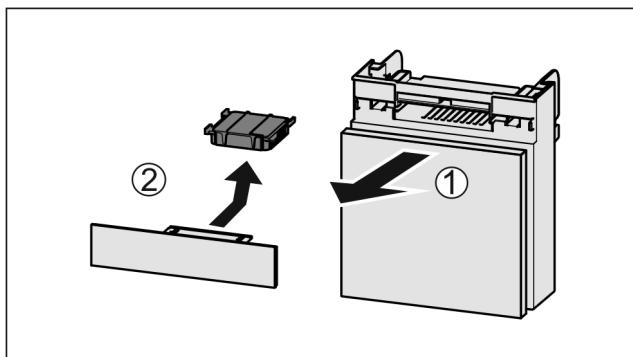

Fig. 136
- Zásuvku vytáhněte dopředu Fig. 136 (1).
- Filtr s aktivním uhlím vyjměte Fig. 136 (2).